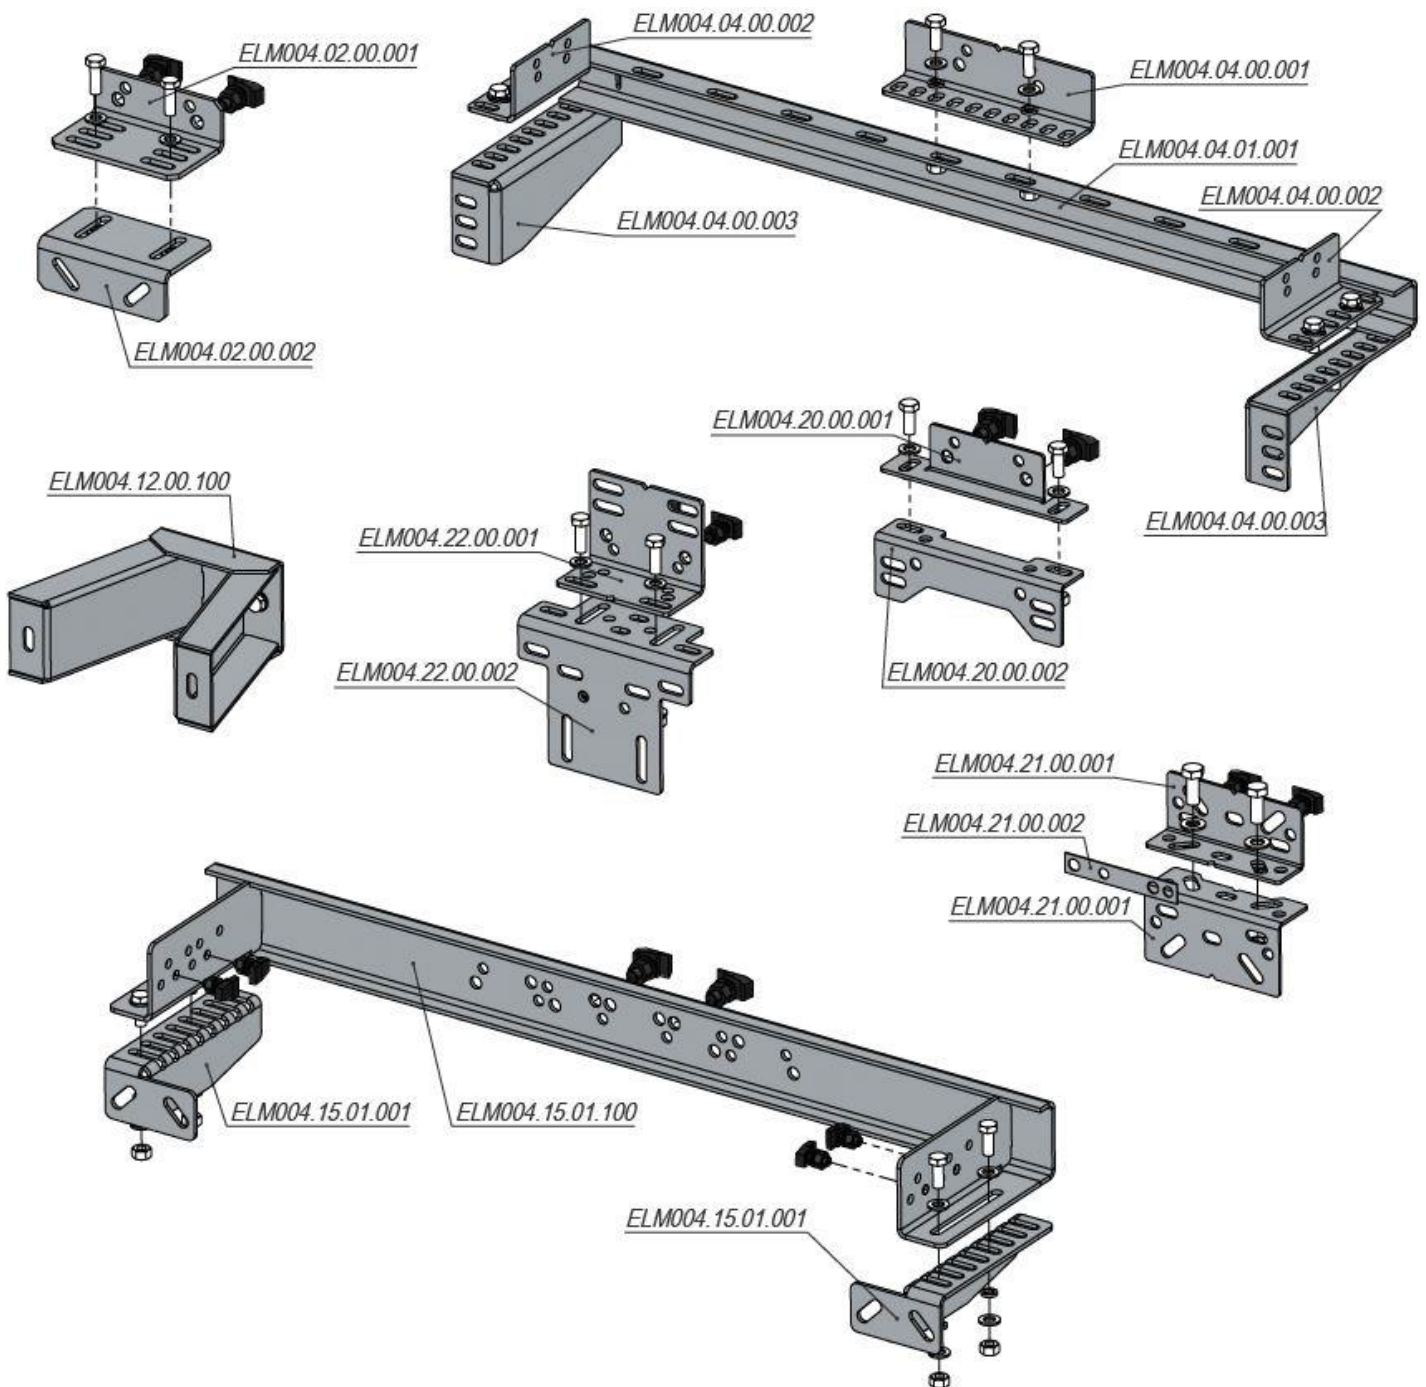

рис.4.а
5.1.5 Установить кронштейны крепления направляющих по шахте на уровне этажных посадочных площадок (см. рис. 4.а., 4.б.) (Смотри установочный чертеж). Если расстояние между этажами превышает 3,0 м. установить дополнительные кронштейны на уровне 2,0 м. выше посадочной площадки. (Смотри схему расположения направляющих на установочном чертеже);
5.1.6 Установить верхние кронштейны крепления направляющих, вверху шахты, под перекрытием только после установки лебедки, смотри ниже рис. 4.в., 4.г.